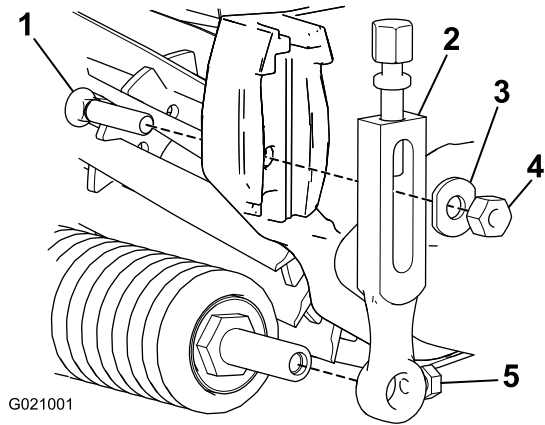

Figura 1
1. Togliete il bullone della lama, la rondella e il dado che fissano uno dei bracci dell'altezza di taglio alla piastra dell'apparato di taglio (Figura 1).
2. Allentate le viti per il montaggio del rullo nei bracci dell'altezza di taglio (Figura 1).
3. Fate scorrere il braccio dell'altezza di taglio rimuovendolo dall'albero del rullo (Figura 1).